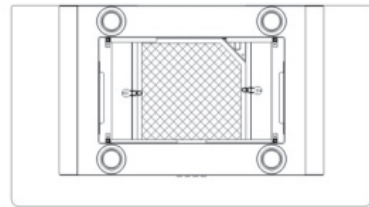

Abbildung 13
3. Danach setzen Sie den vorderen Rand des Aktivkohlefilters in der Nut der Dunstabzugshaube ein. Senken Sie den hinteren Rand des Aktivkohlefilters ab, bis er mit einem Klick in seiner Position der rechteckigen Öffnung sitzt. Heben Sie die beiden Befestigungsschienen an und bringen Sie sie in eine horizontale Position über den Aktivkohlefilter. Siehe *Abbildung 13*.